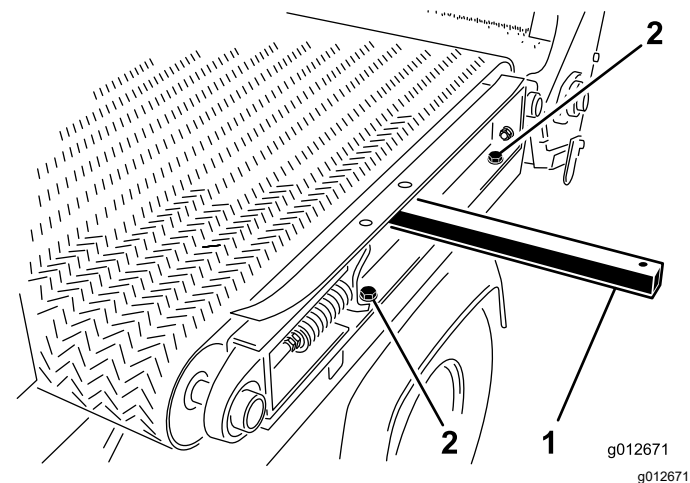

Figure 34
5. Sur le côté gauche de la machine, desserrez les 2 vis et les 2 rondelles qui fixent le rail du cadre coulissant à l'aile gauche (Figure 34).
1. Insérez une barre de levage dans le trou du rail de cadre coulissant gauche et levez la barre pour incliner légèrement le rail ; voir Figure 34 dans Démontage du plateau coulissant (page 24).